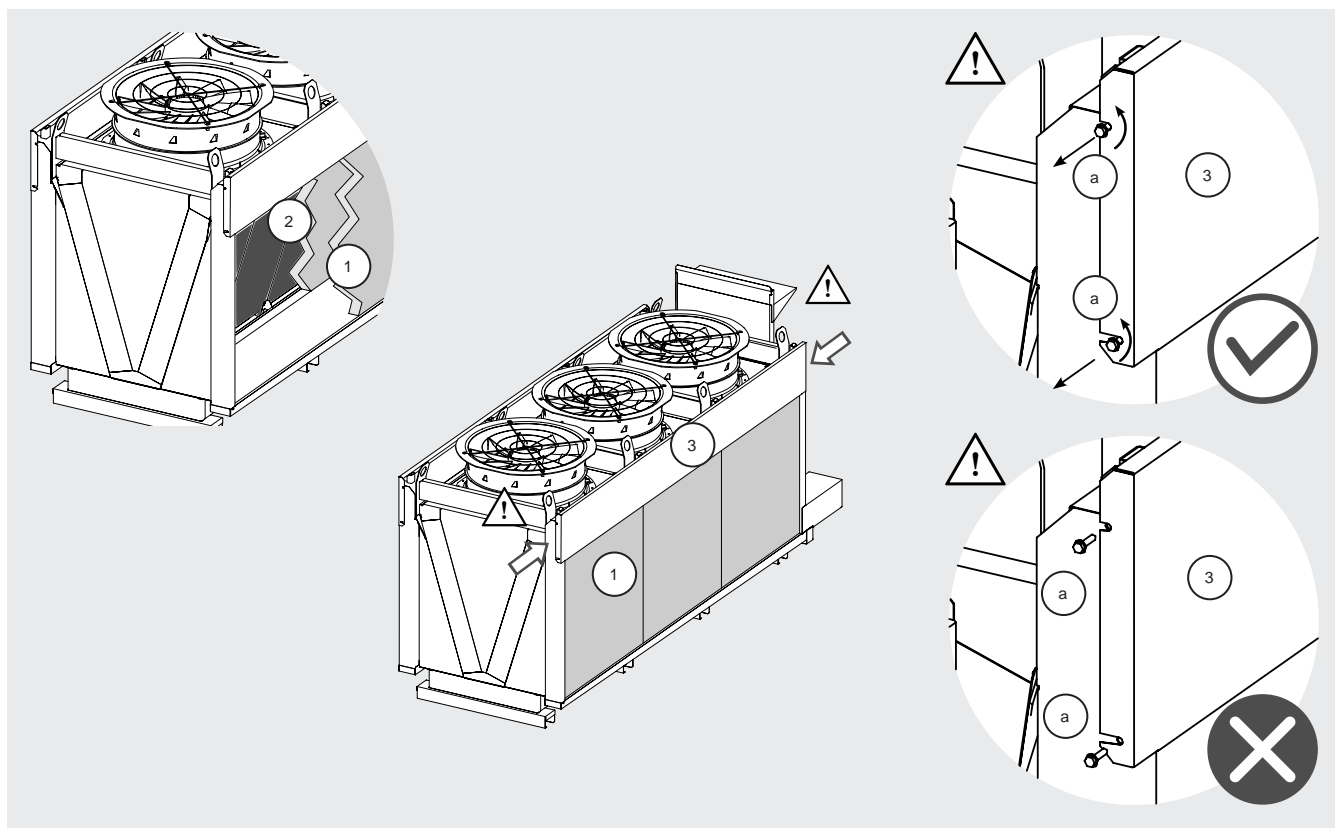

Figura 20
- 12.11.6 Per procedere alla pulizia o sostituzione dei pannelli, è necessario rimuovere prima quelli esterni (1) e poi quelli interni (2). Vedi Figura 20.
- 12.12.4 Svitare le viti di fissaggio del coperchio (3) del vano ugelli secondo la Figura 20. Aprire il vano ugelli sollevando il coperchio (3) come visto al punto 12.11.8.